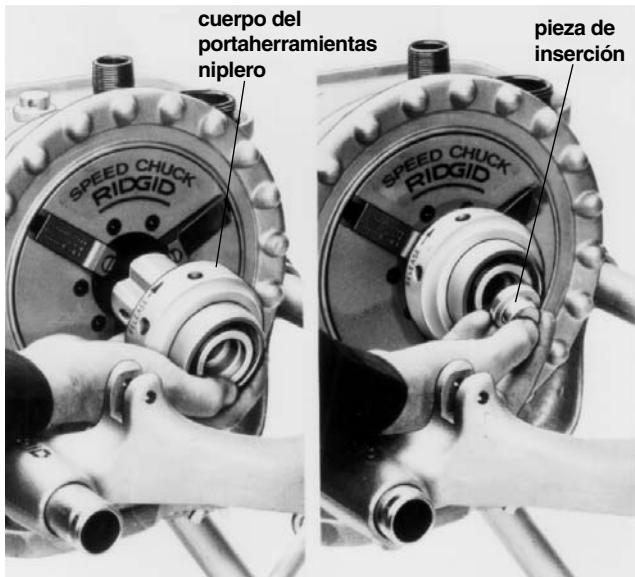

Figura 23 – Instalación del cuerpo del Portaherramientas Niplero y de la Inserción
3. Coloque el cuerpo del portaherramientas niple (Figura 23) en el mandril del Accionamiento Autopropulsado y agárrelo con las muescas de la mordaza. Apriete el mandril con una vuelta rápida del volante.
4. Para los tubos de 1/8 y 3/4 pulgada (Figura 23), coloque la pieza de inserción con su extremo pequeño hacia el cuerpo del mandril; para tubos de 1 pulgada, su extremo grande hacia el cuerpo del mandril; para tubos de 1 1/4 pulgada y mayores, no se emplea pieza de inserción.